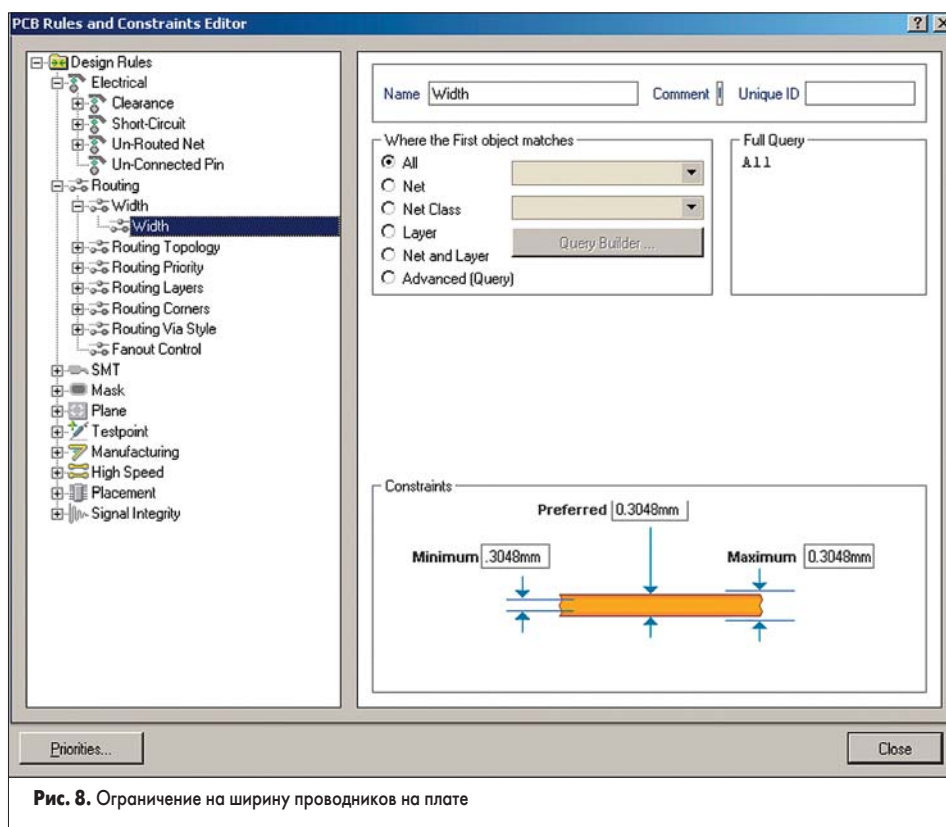

Рис. 8. Ограничение на ширину проводников на плате
6. Щелкнем на нем один раз левой кнопкой мыши. В правой части окна появится наглядное описание данного правила (рис. 8), созданного мастером PCB Wizard.